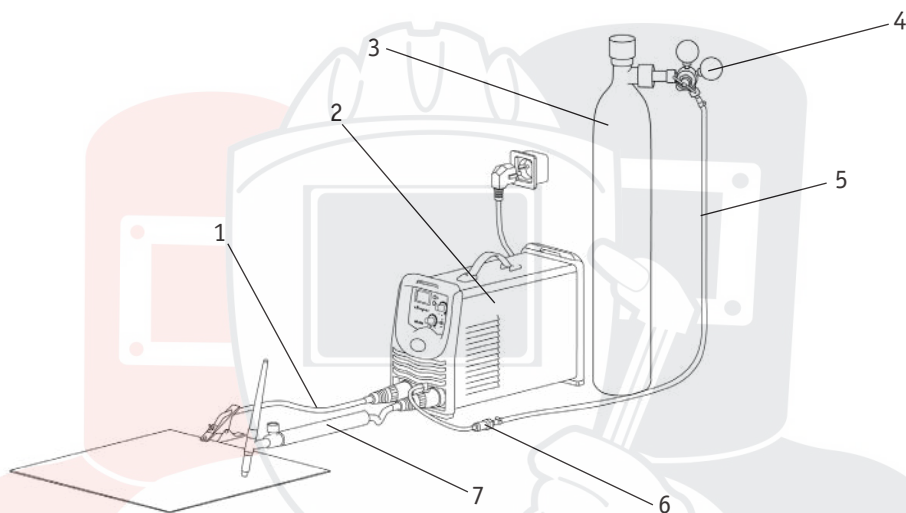

Рис. 11.1. Схема подключения оборудования.
2. На передней панели сварочного аппарата имеется два панельных разъема: «+» и «-». Подключите вентильную горелку для аргодуговой сварки в разъем «-», а клемму заземления подключите в разъем «+» (См. рис. 11.1).